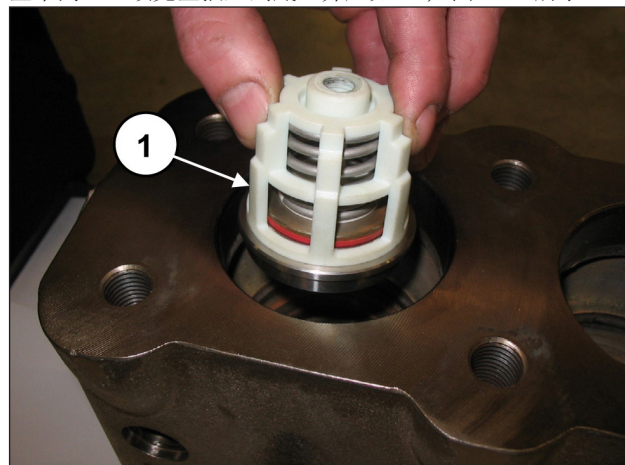
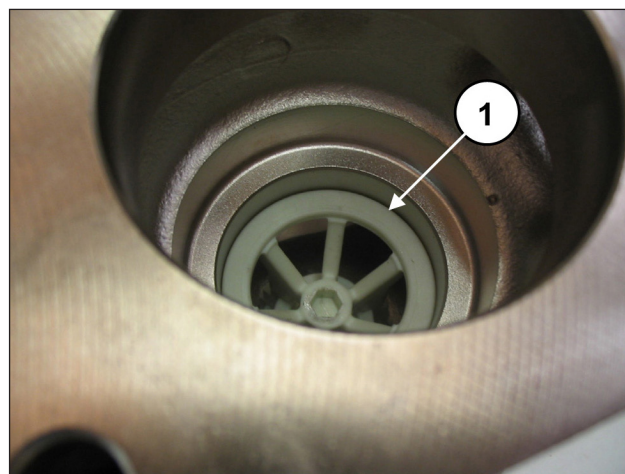

图 119
图 120
插入吸入阀组(位置①, 图 119) 接着拆除定距块 (位置①, 图 120)。
整个阀组必须完全插入到底, 并应如 ①, 图 120 所示。